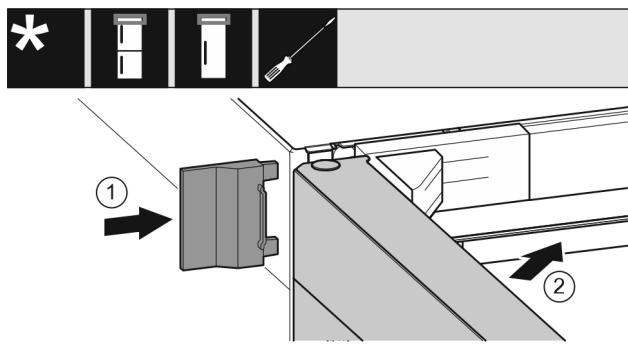

Fig. 19
- Насуньте зовнішню кришку. Fig. 19 (1)
- Закройте верхні дверцята. Fig. 19 (2)